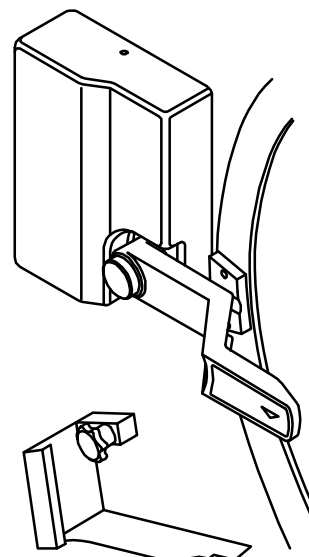

fig. 37
To prevent vibrations during the wash cycle, secure it in the position indicated in **fig. 37**.
- Finalizada la descarga, situar el **Selector Accionador Basculante** en posición central. La lavadora volverá a la posición horizontal. Aflojar el pomo y liberar el protector de la empuñadura. Para evitar vibraciones durante el ciclo de lavado, fijarlo en la posición indicada en la **fig. 37**.
Pour éviter des vibrations durant le cycle de lavage, le fixer suivant la position indiquée sur la **fig. 37**.